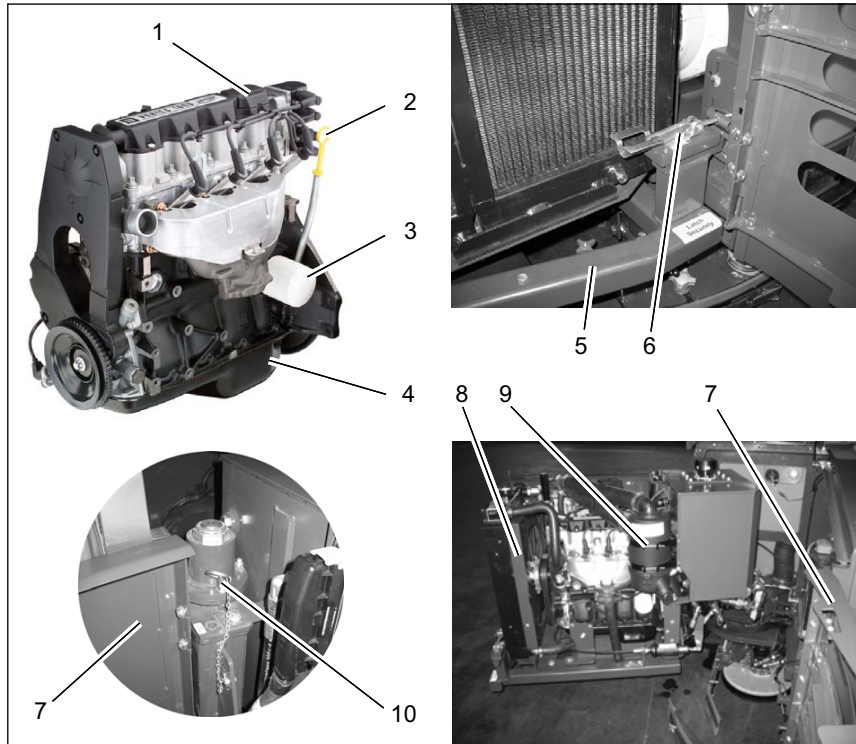

Abb.9
3. Die linke und rechte Zugangstür (Abb. 9/7) des Motors aufschwenken.
4. Die Verriegelung (Abb. 9/6) öffnen und den Motorrahmen (Abb. 9/5) zur Seite schwenken.
5. Die Motorrahmen mit Sicherheitsstift (Abb. 9/10) sichern.
Den Motorölstand mit dem Ölmeßstab (Abb. 9/2) täglich kontrollieren. Bei Bedarf oder wenn die Kontrollleuchte Motoröldruck aufleuchtet Motoröl nachfüllen.
3. Ablassschraube der Ölwanne (Abb. 9/4) entfernen und Motoröl in den Auffangbehälter laufen lassen.
4. Ölfilter (Abb. 9/3) ausbauen und neuen Ölfilter mit neuem Dichtring einsetzen (handfest anziehen).